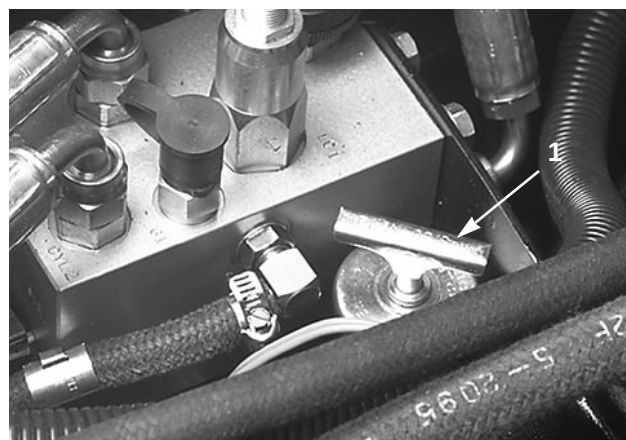

Fig. 5
KONTROL AF OLIE I HYDRAULIK-SYSTEM (Fig. 5)
2. Skru målepindsdækslet (Fig. 5) af påfyldningsrøret. Tør målepinden af med en ren klud. Skru målepindsdækslet på påfyldningsrøret, men kun fingerstramt. Skru målepinden af og kontrollér oliestanden. Hvis oliestanden ikke når op til FULD (FULL) mærket på målepinden (Fig. 5), skal der hældes nok olie på, indtil den står op til mærket. FYLD IKKE FOR MEGET PÅ.